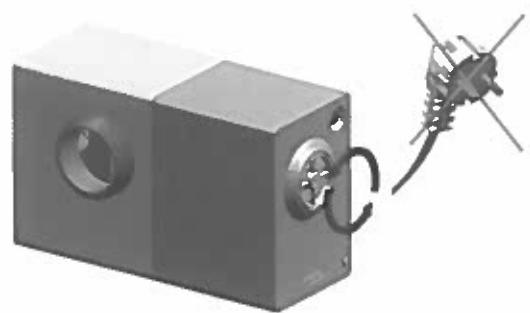

Fig. 10
5. Retirer l'unité amovible comme l'indique la Fig. 10 et libérer le filtre des corps improprez comme l'indique la Fig.11.
5. Togliere l'unità estraibile come indicato nella Fig. 10 e liberare il filtro da corpi impropri come indicato nella Fig.11.